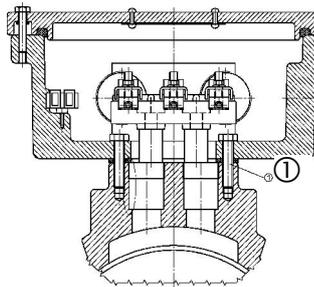
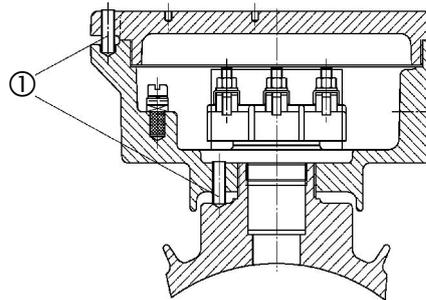

Abbildung 5: Klemmenkasten mit Befestigungsschraube ①
Abbildung 6: Klemmenkasten mit Gewindestift ①
Öffnen Sie den Kasten durch Lösen der Deckelschrauben (Abbildung 5) oder bei Ausführung mit Gewindestift (Abbildung 6) durch Zurückdrehen des Gewindestiftes und anschließendem Aufdrehen des Gewindedeckels. Verschließen Sie den Klemmenkasten nach dem Netzanschluss in gleicher Weise.
- die vier Befestigungsschrauben (→ Abbildung 5) oder
- die Verdrehsicherung durch den/die Gewindestifte (→ Abbildung 6).Die Schrauben sind durch anaeroben Kleber gesichert. Dieser kann durch einen Hammerschlag auf den Schraubenkopf gelöst werden.
Klemmenkästen, die entsprechend Abbildung 6 befestigt sind, dürfen Sie vom Gewindeanschlag maximal eine Umdrehung zurückdrehen.